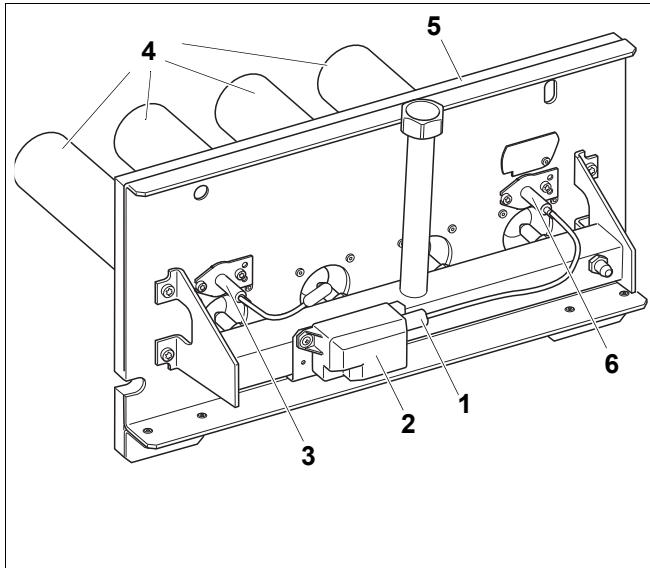

Рис. 42 Чистка горелки
- Отсоединить штекер кабеля для розжига (Рис. 42, поз. 1) на трансформаторе розжига (Рис. 42, поз. 2).
- Открутить оба болта на контролирующим электроде (Рис. 42, поз. 3) и осторожно вынуть его.
- Открутить оба болта на запальном электроде (Рис. 42, поз. 6) и осторожно вынуть его.
- Опустить стержни горелки (Рис. 42, поз. 4) в воду с чистящим средством и очистить их щеткой.
Следите за тем, чтобы не намочить теплоизоляцию на щитке горелки (Рис. 42, поз. 5) и запальный трансформатор (Рис. 42, поз. 2). При необходимости снимите запальный трансформатор.